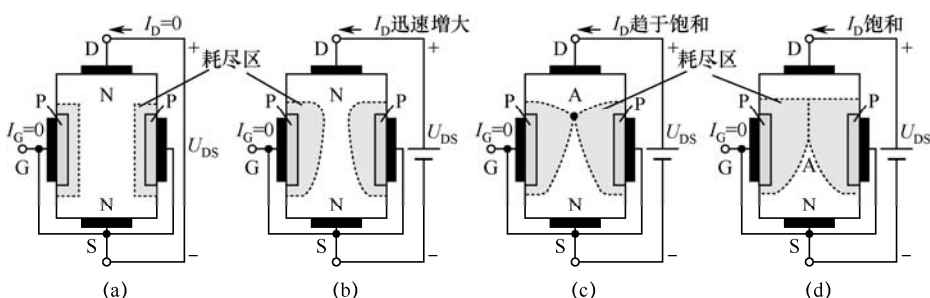

图 5-7 JFET 导电沟道随 U_{DS} 的变化示意图
(4) U_{DS} 对 I_D 的影响。在 $U_{GS} = 0$ 时, 当 $U_{DS} = 0$ 时, $I_D = 0$, 沟道如图 5-7 (a) 所示。
靠近漏极处的导电沟道比靠近源极要窄，导电沟道呈楔形，如图 5-7 (b) 所示。
当 U_{DS} 继续增加时，使栅极和漏极间的电位差加大，靠近漏极端时的电位差最大，耗尽区也最宽。当两耗尽区在 A 点相遇时，称为预夹断，如图 5-7 (c) 所示。此时，A 点耗尽区两边的电位差用夹断电压 U_P 来描述。达到预夹断时， I_D 达到饱和，用 I_{DSS} 表示，即饱和漏极电流。